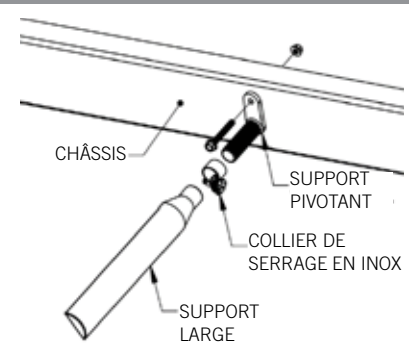

FIGURE 11
- a. Insérer le gabarit de perçage entre l'aile et le support large (10001477), comme montré dans la Figure 11.